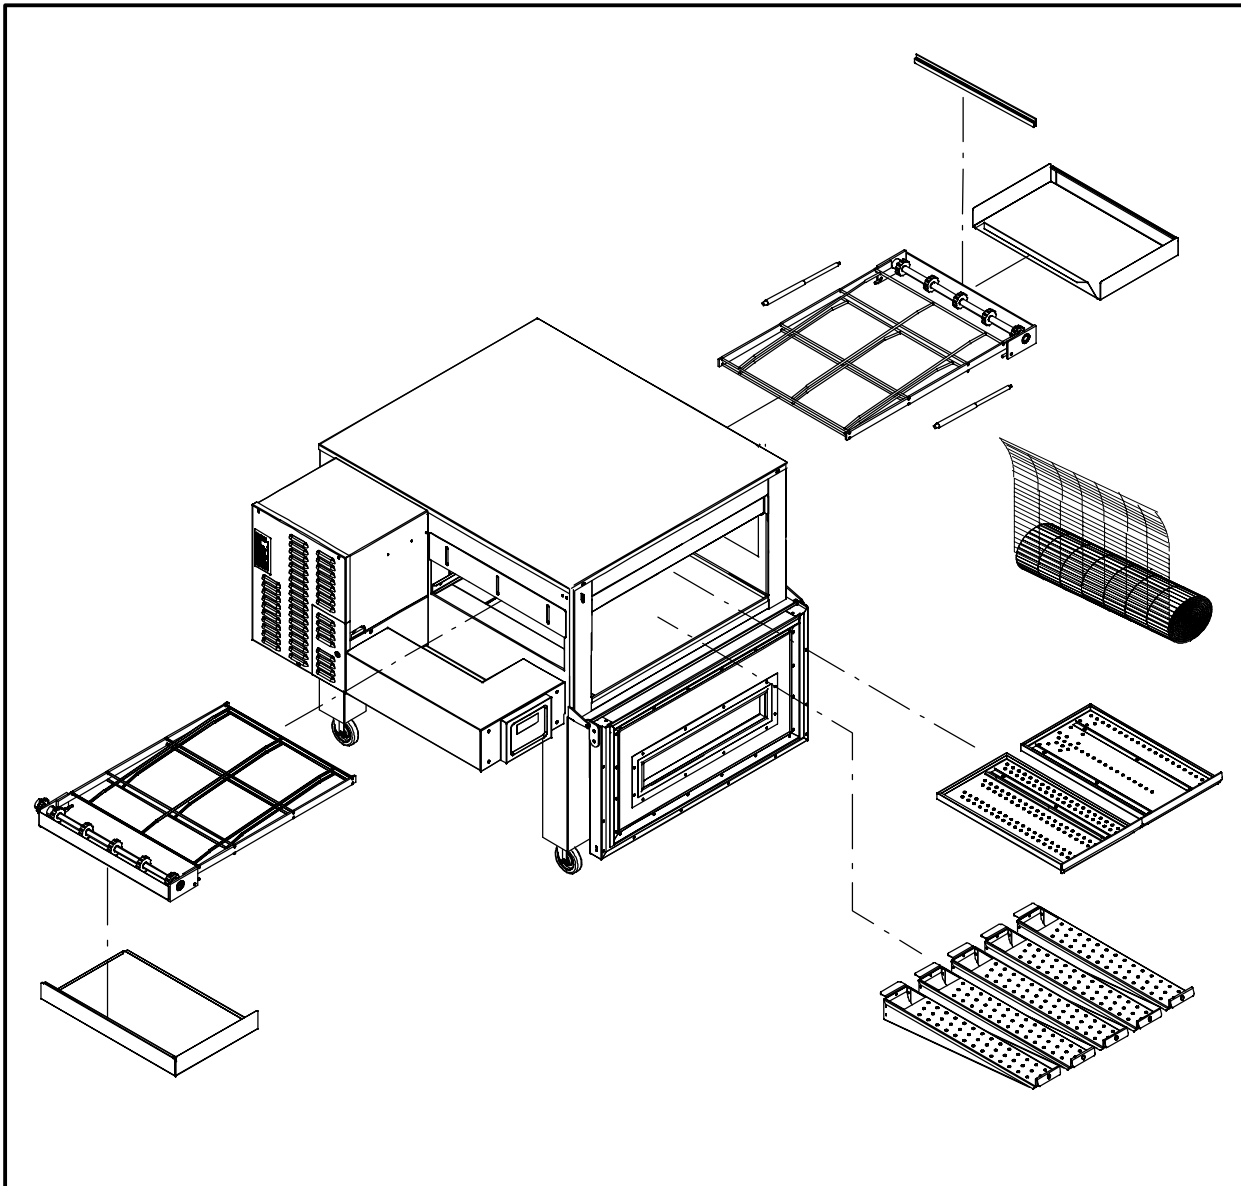

Figure 20
- c.) Faites sortir le tapis par une extrémité, en le faisant glisser. Veillez à rouler le tapis comme indiqué à la Figure 20. afin d'éviter qu'il soit à l'envers lorsque vous le remettez en place.